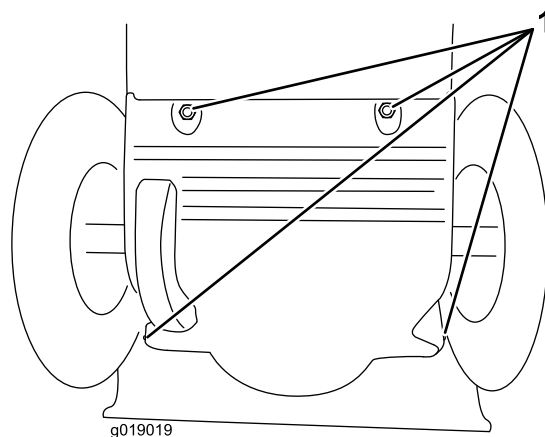

Bild 43
3. Entfernen Sie die hintere Abdeckung (Bild 43).